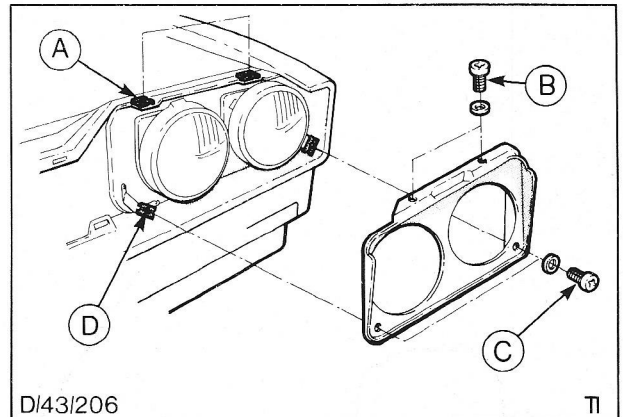

Fig.3 Koplamplijst met bevestiging
3. Controleer of de plaatmoertjes (A en D) (Fig.3) goed op hun plaats zitten op de grondplaat.